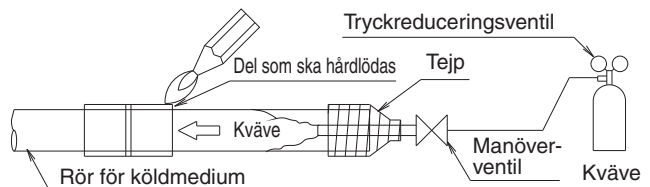

Bild 9
- Vid hårdlödning av köldmediumrör ska kvävetömning först göras, eller också ska hårdlödningen (FÖRSIKTIGT 2) göras medan kväve matas in i köldmediumrören (FÖRSIKTIGT 1). Slutligen ska inomhusenheten anslutas med kragkopplingarna. (Se bild 9.)